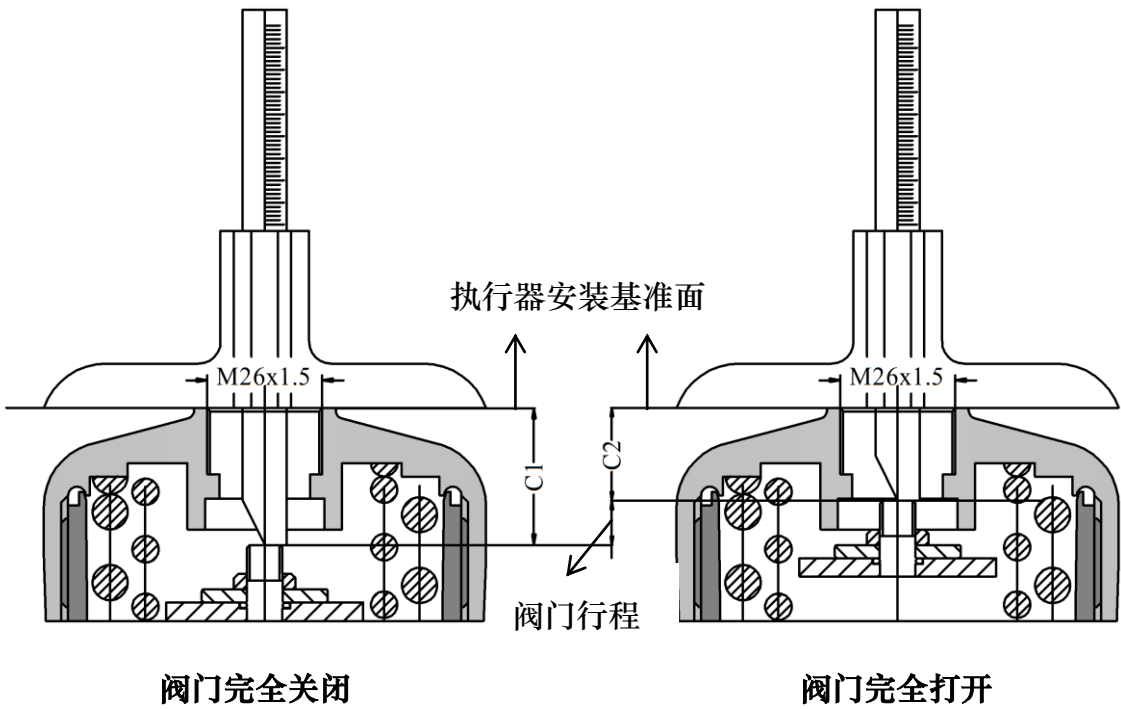

图38. C1 值和 C2 值测量
①	传感器	1	反馈阀门开度位置
②	安装板	1	连接定位器与执行器
③	O 型圈	2	Φ20×2
④	固定件	2	用于固定安装板，G1/4 螺纹
⑤	M8 六角头螺栓	4	M8×16
⑥	传感器接头	1	将传感器连接到定位器
- 阀门处于完全关闭和完全打开状态时，用深度尺分别测量执行器阀杆顶端到执行器顶部安装基准面的距离 C1 值和 C2 值（图 38 中标注所示），并记录。